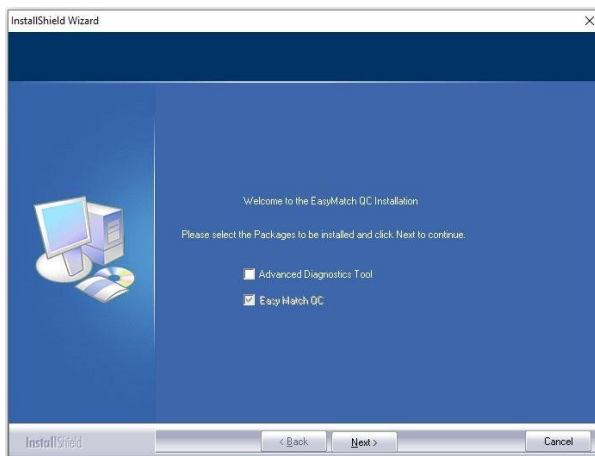

図2. フラッシュドライブのインストール
- a. ユーザーがHunterLabのUSBハードウェアキーをお持ちの場合は、同じコンピュータ上の新しいセンサーで使用できます。「ソフトウェアのインストール」のステップ5（図2）に戻り、「**SENTINEL KEY**」を選択して続行してください。